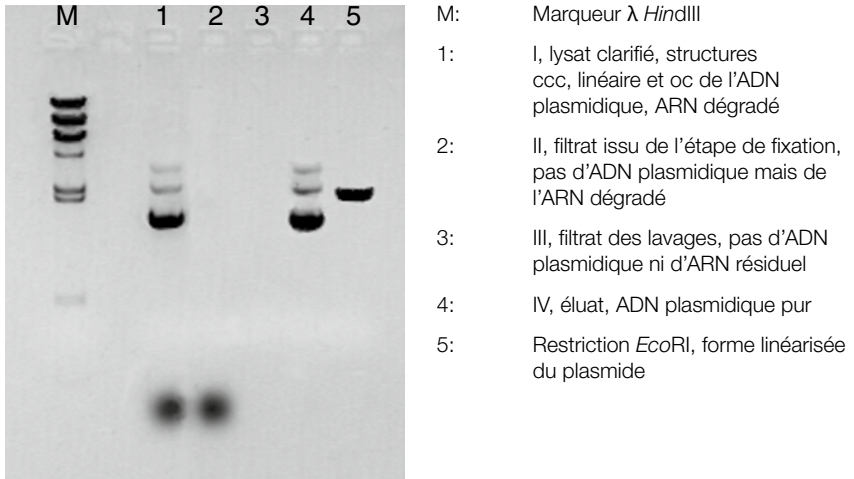

Figure 6 Exemple de contrôle analytique des différentes fractions issues de la procédure NucleoBond® Xtra Midi
Les exemples de gel (Figure 6) vous aideront à cibler votre problématique et à répondre aux questions du paragraphe suivant plus rapidement et efficacement.
- Vérifier le contenu en plasmide du lysat clarifié (voir Figure 6). Utiliser des colonies fraîches pour inoculer le milieu et ajouter un antibiotique de sélection frais sur les boîtes et milieux de culture.
- Quantité de masse cellulaire excessive. Voir les paragraphes 5.5–5.7 à propos des volumes de culture et de réactifs de lyse recommandés. Vérifier la quantité de plasmides présents dans le lysat clarifié (voir Figure 6).
- Vérifier le contenu en ADN plasmidique dans les fractions de lavage (voir Figure 6). Conserver tous les flacons bien clos. Vérifier et ajuster le pH des Tampons FIL-EF (pH 6.5), EQU-EF (pH 6.5), ENDO-EF (6.5) et WASH-EF (pH 7.0) et ajuster avec HCl ou NaOH si nécessaire.
- Vérifier la présence d'ARN dans les fractions de lavage (voir Figure 6). Conserver tous les flacons bien clos. Vérifier le pH des Tampons FIL-EF (pH6.5), EQU-EF (pH 6.5), ENDO-EF (6.5) et WASH-EF (pH 7.0) et ajuster avec HCl ou NaOH si nécessaire.